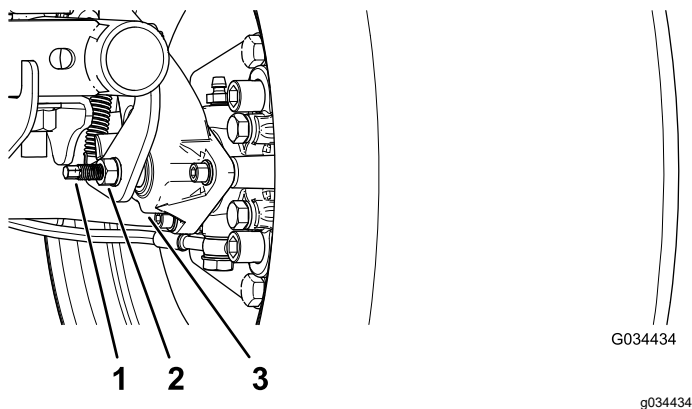

Рисунок 51
3. Используя два ключа, удерживайте регулировочный штырь на суппорте одним ключом и ослабьте контргайку на $\frac{1}{4}$ оборота другим ключом (Рисунок 51).
5. Удерживая регулировочный штырь и контргайку на месте, отверните штырь на $\frac{1}{4}$ оборота (Рисунок 51).
6. Удерживая регулировочный штырь и контргайку на месте, затяните контргайку (Рисунок 51).
4. Удерживая регулировочный штырь и контргайку на месте, поверните регулировочный штырь для затягивания (Рисунок 51).